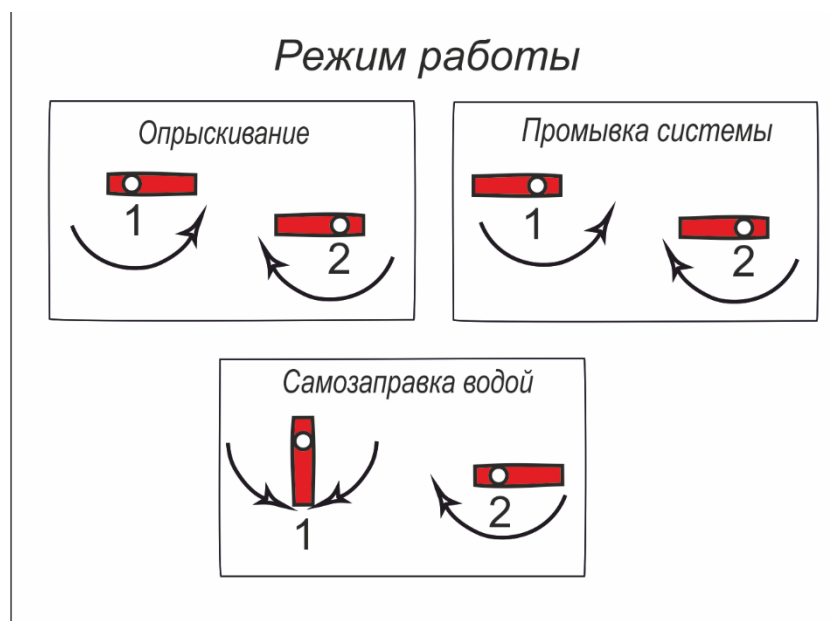

Рис. 14. Положения рукояток трехходовых кранов при различных режимах работы. см. обозначения на гидравлической схеме (Рис. 13).
5.4.1. Опрыскиватель может работать в следующих режимах (Рис. 14):
- Установить рукоятки трехходовых кранов 1 и 2 (Рис. 14) в положение «Опрыскивание».
- а) Установить рукоятки трехходовых кранов 1 и 2 (Рис. 14) в положение «Промывка системы».
- г) Установить рукоятки трехходовых кранов 1 и 2 (Рис. 14) в положение «Самозаправка водой».